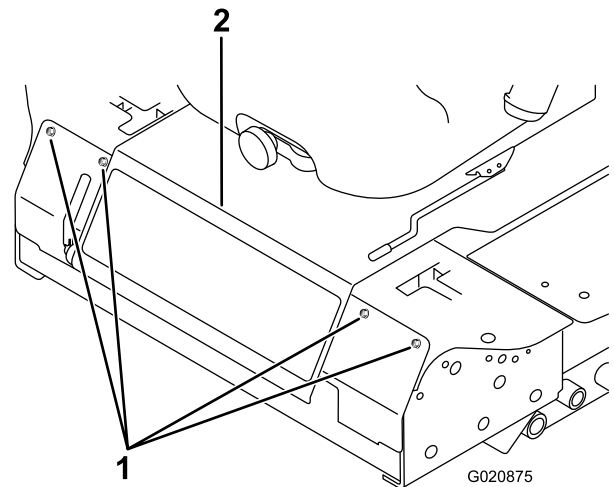

Figure 91
- Retirez les boulons de fixation du panneau avant et déposez le panneau (Figure 91).